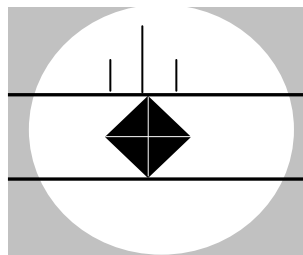

Abbildung 5-12 Bewegung der unteren dünnen Linie zur unteren Spitze
10. Drehen Sie die Mikrometerschraube bis die untere dünne Linie sich nach unten Richtung der gegenüberlegen Spitze des Eindrucks bewegt, wie Abbildung 5-12 verdeutlicht.